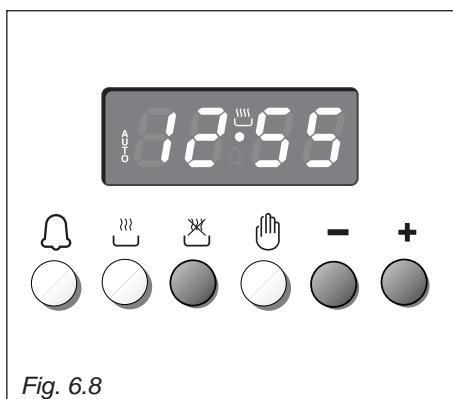

Fig. 6.8
2. Déterminer l'heure d'arrêt de la cuisson en pressant le poussoir et le poussoir pour avancer, ou le poussoir pour revenir si le temps désiré a été dépassé (fig. 6.8).